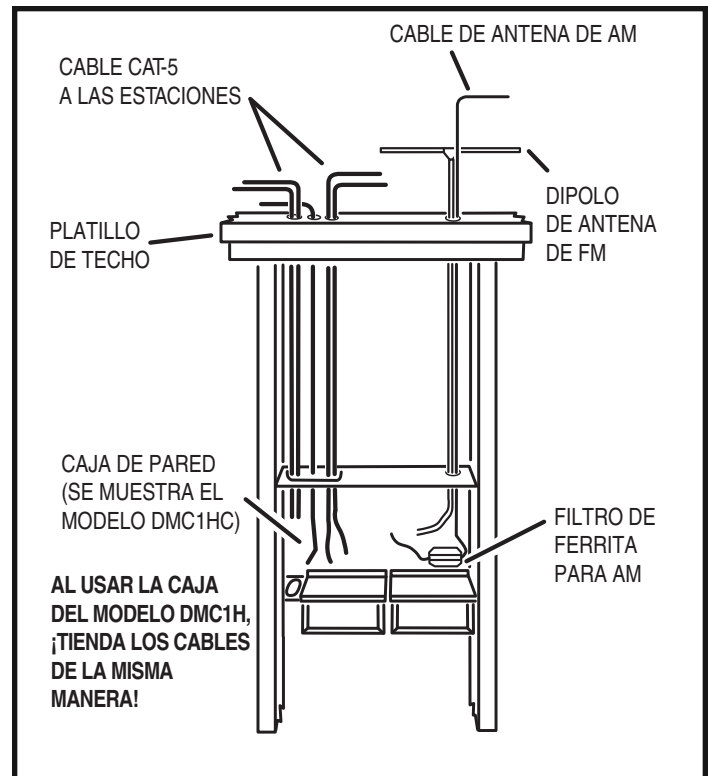

Figura 5. Instalación de las antenas de AM y FM
2. Extienda el extremo largo del cable de la antenna a través del orificio derecho en la parte superior de la caja de pared, hacia arriba por el espacio entre los montantes, por el orificio en el platillo del techo y hasta el ático. Tire del cable hasta que el filtro de ferrita yace dentro de la caja de pared en el lado derecho (ver la Figura 5).
4. Lleve el extremo de conector de la antenna coaxial hacia abajo a través del orificio en el platillo del techo, hacia abajo por el espacio entre los montantes y hasta el orificio en la parte superior derecha de la caja de pared. Deje cuando menos unos 30 cm (1 pie) de cable coaxial extendido en el interior de la caja de pared (ver la Figura 5).